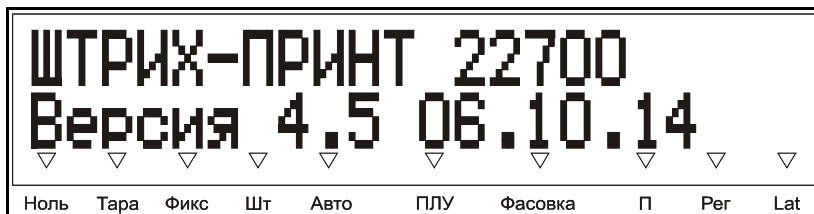

Рис. 27
- Далее на дисплее отобразится выбранная конфигурация товарной базы, номер версии ПО весов и дата выпуска ПО, см. рисунок 27.